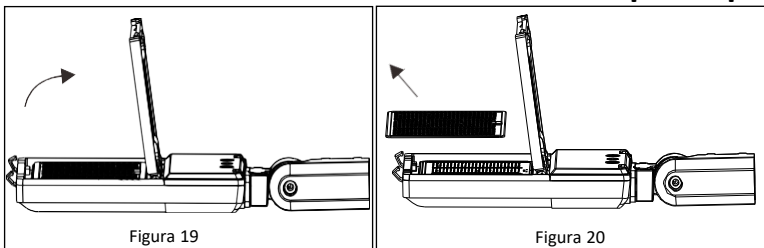

Figura 19
1. Abre los 2 pasadores con resorte ubicados en la parte superior del lente y luego abre el marco del lente. **Ver la Figura 19.**